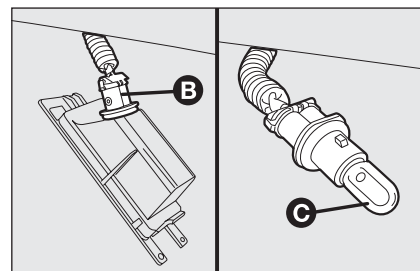

fig. 35
- ☐ ruotare in senso orario il portalam-pada **B-fig. 35**;